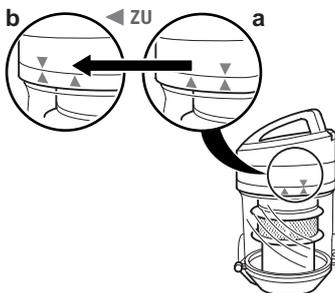

Abb. 25
4. Setzen Sie die gereinigte Zykloneneinheit zurück auf den Staubbehälter, so dass die Aufsetzmarkierungen wie abgebildet übereinanderstehen (Abb. 25/a).
5. Verbinden Sie Zykloneneinheit und Staubbehälter, indem Sie den Staubbehälterdeckel in Richtung „◀**ZU**“ drehen (Abb. 25/b).